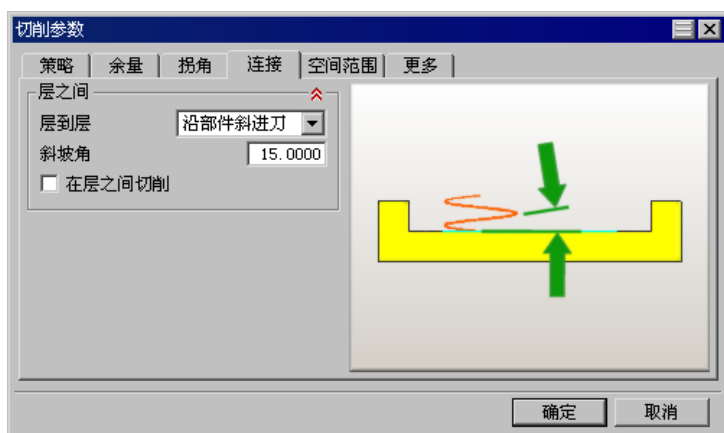

图 1.14 “连接”选项卡
Step4. 单击“切削参数”对话框中的**连接**选项卡,其参数设置如图 1.14 所示;单击**确定**按钮,系统返回到“深度加工轮廓”对话框。